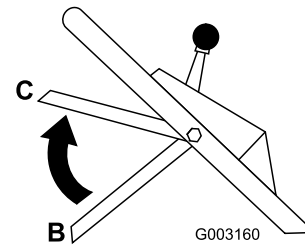

Bild 18
3. Heben Sie den Schaltbügel in die mittlere Stellung, ungefähr 13 cm unter den Griff an (C-Stellung in Bild 18).
4. Lassen Sie den Schaltbügel los (B-Stellung in Bild 18).